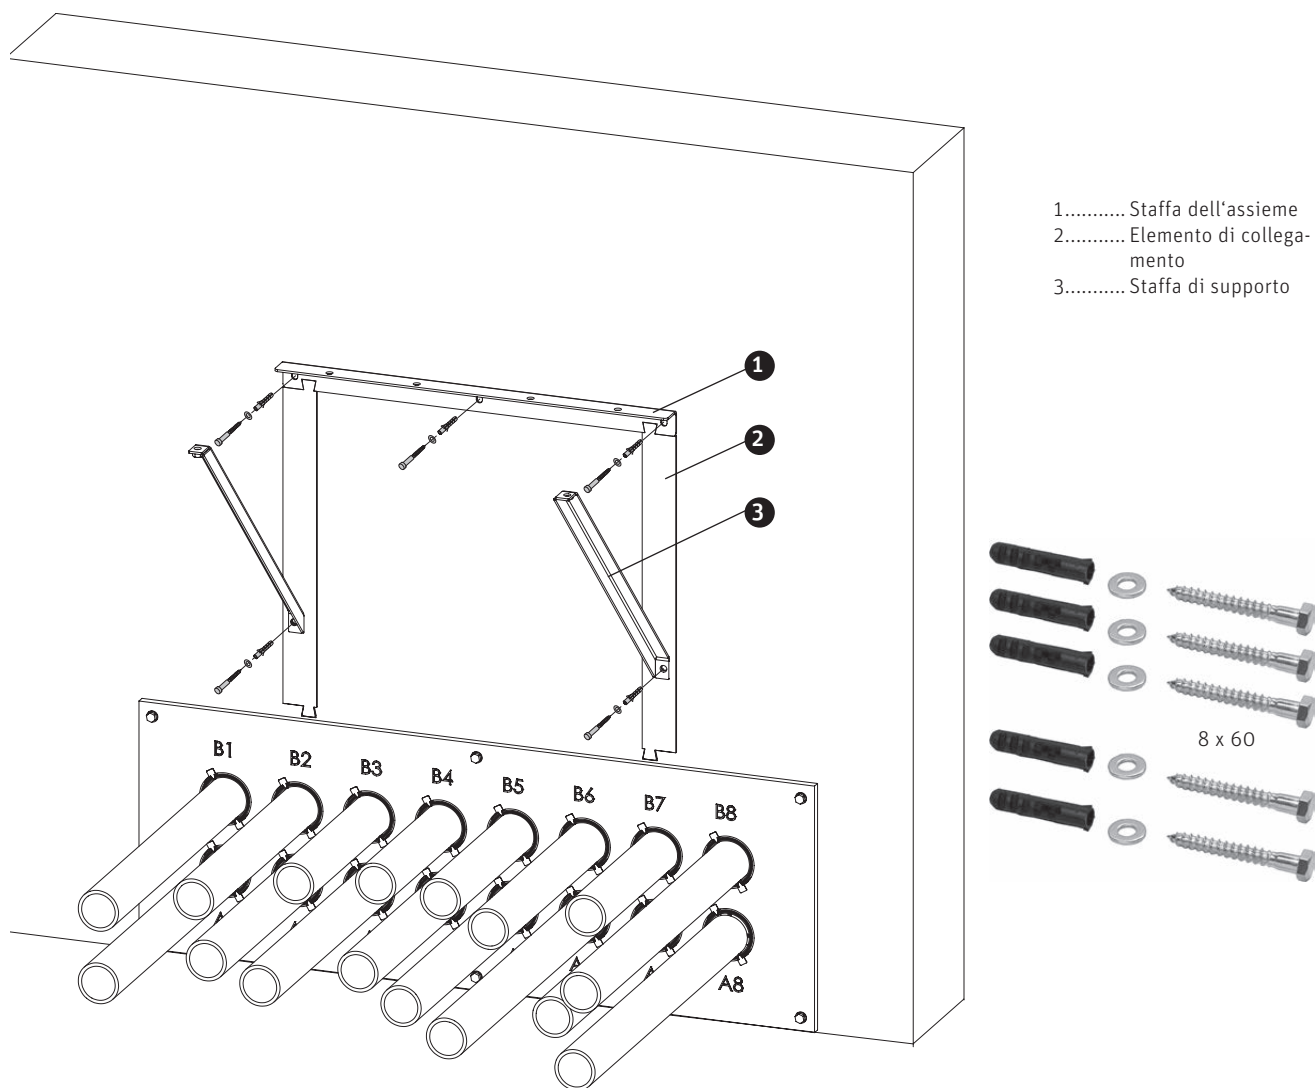

Fig. 45 Montaggio di angolare di montaggio, elemento di collegamento e angolare di supporto
- ▶ Montare l'angolare di montaggio, l'elemento di collegamento e l'angolare di supporto con le viti da legno a testa esagonale 8x60 e rondelle a U – Fig. 45.